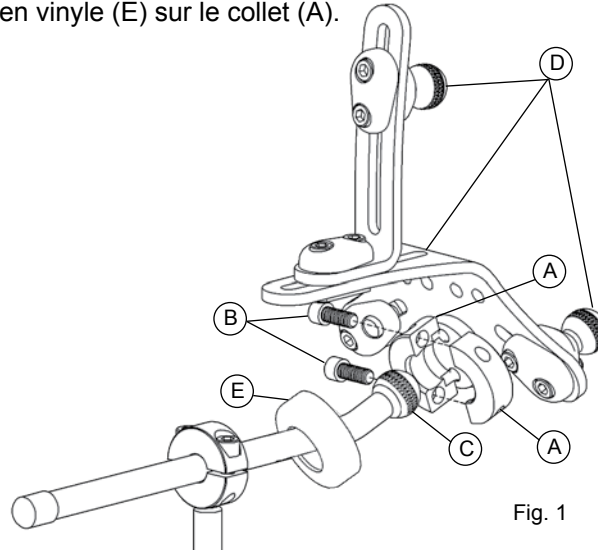

Fig. 1
Installation de l'ensemble plateau inférieur à 3 coussinets (Fig. 1)
1. Retirez les boulons (Fig. 1, A) et enlevez la moitié inférieure du collet (Fig. 1, B) du coussinet.
2. Installez la rotule horizontale bien au centre (Fig. 1, C) entre la moitié du collet du coussinet (Fig. 1, D) et l'interface du support antérieur (Fig. 1, E).